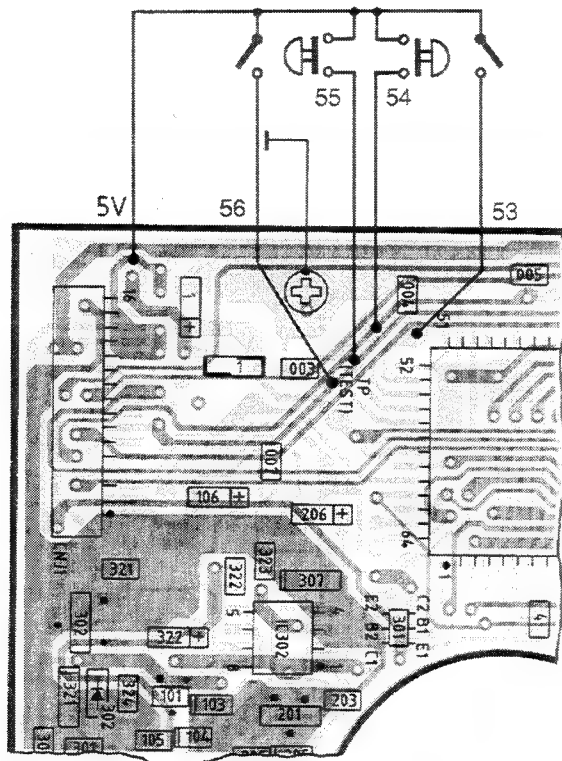

Fig. 1
2. Afin de contrôler les platines positionner le poste comme dans la figure 1.